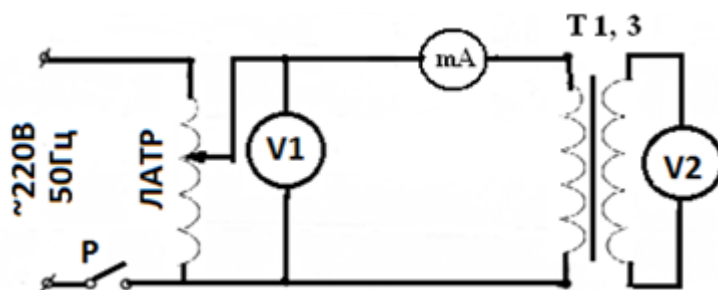

Рисунок 2 - Схема проверки трансформаторов Т1 (БПК) и Т3 (БРК) (на частоте 50 Гц)
7.3.4.1 Измерить ток холостого хода трансформатора Т1. Для этого необходимо подключить выводы 1-2 (первичная обмотка трансформатора) блока к схеме проверки (рисунок 2). Включить тумблер Р и подать с ЛАТРа